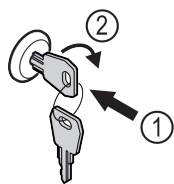

Fig. 90 Ilustrační zobrazení
- Klíč zasuňte dovnitř Fig. 90 (1).
- Otáčejte klíčem o 90° ve směru hodinových ručiček Fig. 90 (2).